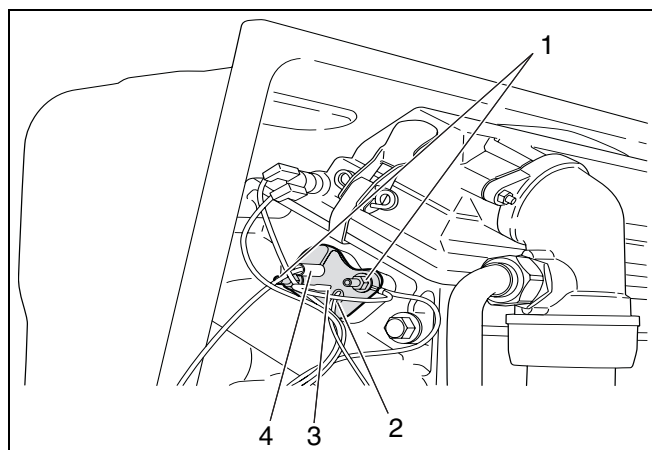

Fig. 40 Scoaterea electrodului de ionizare sau a aprinzătorului cu tub incandescent
- Se desfac piulițele de asigurare (fig. 40, poz. 1).
- Se scoate cablul de legare la pământ (fig. 40, poz. 3).
- Se scot din arzător arzătorul cu tub incandescent (fig. 40, poz. 2) și electrodul de ionizare (fig. 40, poz. 4).